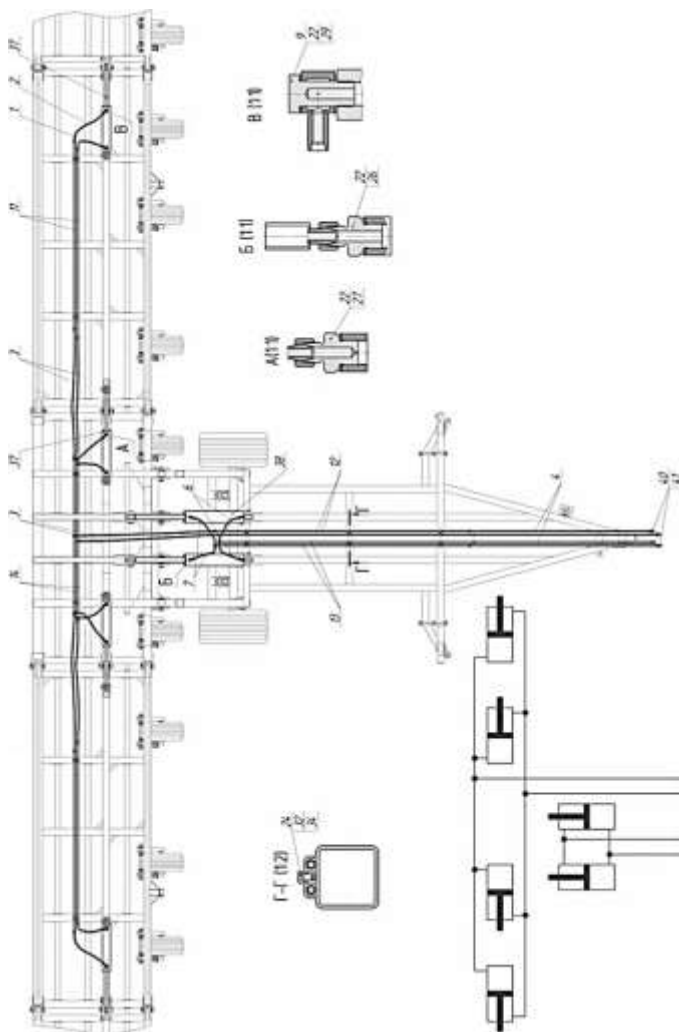

Рисунок 4 – Схема гидросистемы культиватора
3.5 Гидросистема предназначена для перевода культиватора из транспортного положения в рабочее и обратно, для разворотов культиватора в конце прохода. Состоит из металлических маслопроводов (рисунок 4), рукавов высокого давления (РВД), гидроцилиндров подъёма рабочего полотна 125x56x590 поз. 38, гидроцилиндров складывания крыльев и открылков 80x40x400 поз. 37. Расчетный объем гидросистемы: в рабочем положении – 27 литров; в транспортном положении – 22 литра.
4.1.6 Соединить гидромагистрали согласно схемы рис.4.